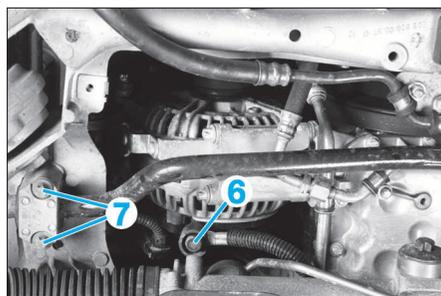

FIG. 43
- Désolidariser les conduits d'huile (3) du carter d'huile (véhicule équipé d'une boîte de vitesses automatiques).
- Déposer la vis de maintien (4) du câble d'alimentation.
- Déposer la vis d'accouplement de colonne de direction (5).
- Débrancher l'alimentation de l'alternateur (6) (Fig.43).